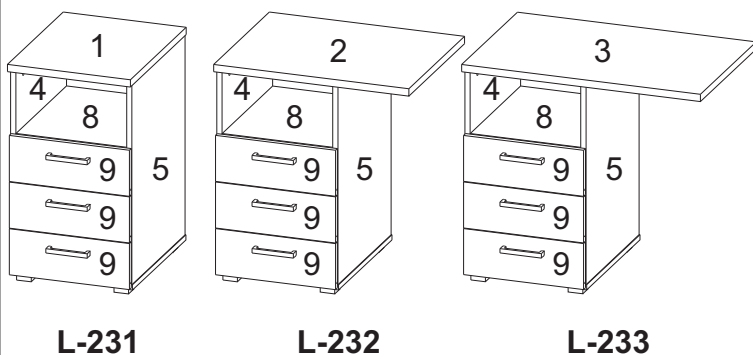

Рис.1
- Соедините деталь 1/2/3 с деталями 4, 5 и затяните эксцентрики по часовой стрелке до упора. (рис.1)
- Вставьте ящики. (рис.1)